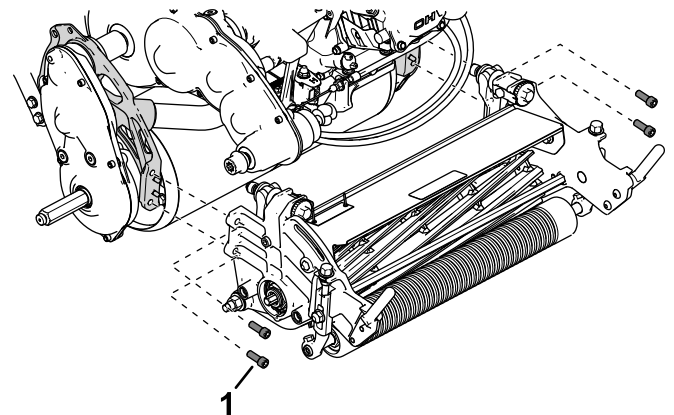

Bild 50
4. Entfernen Sie die Bundkopfschrauben, mit denen das Mähwerk am Rahmen befestigt ist (Bild 50).